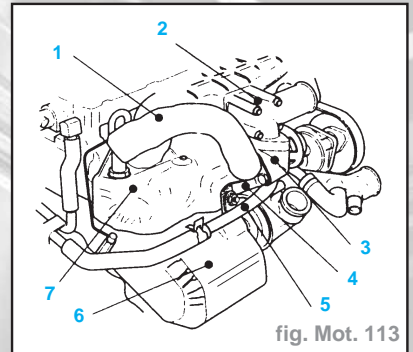

fig. Mot. 113
- le tube de chauffage (5), enlever le tube de chauffage (fig. Mot. 113),
- la tôle calorifuge du turbocompresseur (6),
- le boulon spécial de la tôle calorifuge du collecteur d'échappement (7), pour dévisser le support (4),
- le coude du collecteur d'admission (2) avec valve de recirculation des gaz d'échappement (3), le tube de recirculation des gaz d'échappement (1) et fixation (4) du raccord de tube,
- la tôle calorifuge collecteur d'échappement (7),